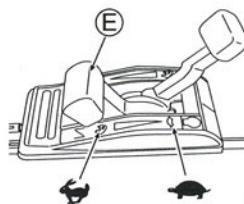

Рис. 7.
- Проверьте, чтобы во время рывка рукоятки стартера (V) за Вами никого не было.
- Крепко держите за рукоятку стартера (V), когда дергаете за нее.
- Плавно возвращайте рукоятку стартера (V) на место.
- Пере используйте прогрейте машину. После прогрева двигателя начинайте стрижку травы, переведя рычаг газа (E) в положение "||". (См. рис. 7.)